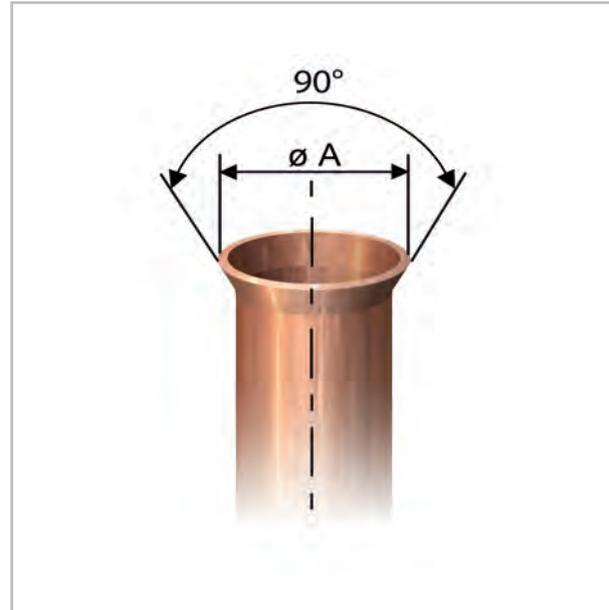

Abb. 21: Korrekte Bördelform
9. ➤ Überprüfen Sie, ob der Bördel eine korrekte Form aufweist (Abb. 21).